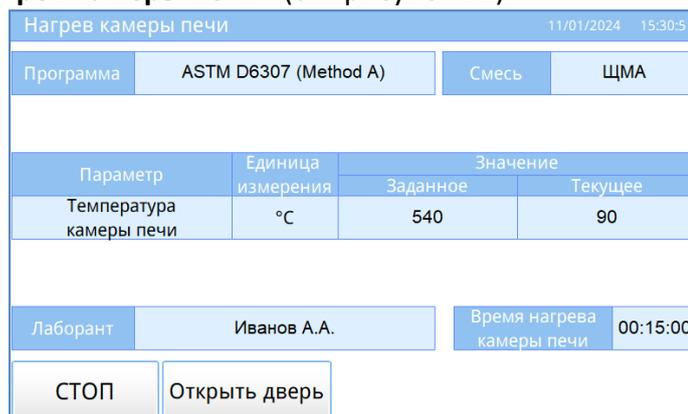

Рисунок 22 – Нагрев камеры печи
4.7.5 Появится окно «**Нагрев камеры печи**» (см. рисунок 22).